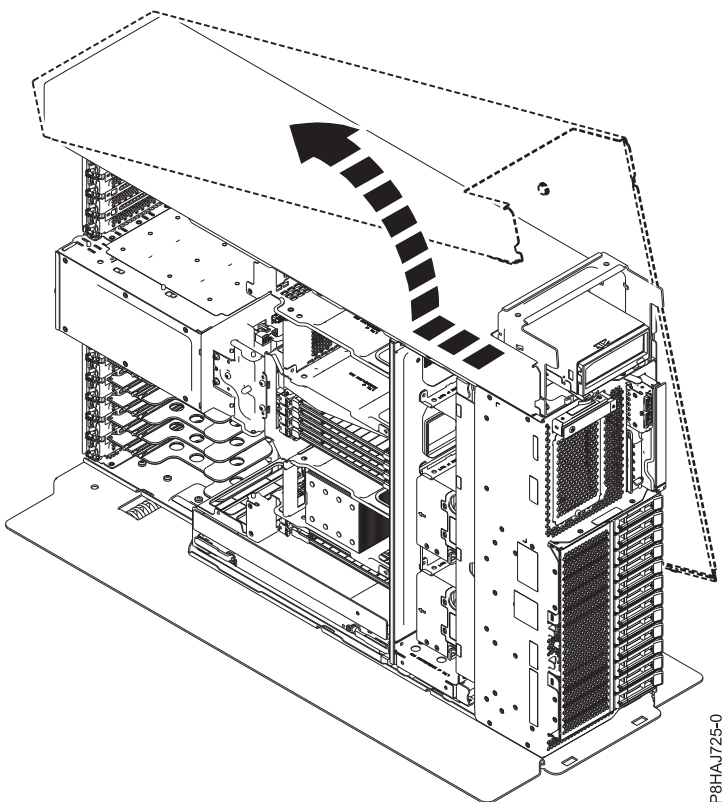

Figura 14. Extracción de la cubierta lateral del sistema 8286-41A
5. Deslice la cubierta lateral sacándola del sistema en la dirección que se muestra en la Figura 14.